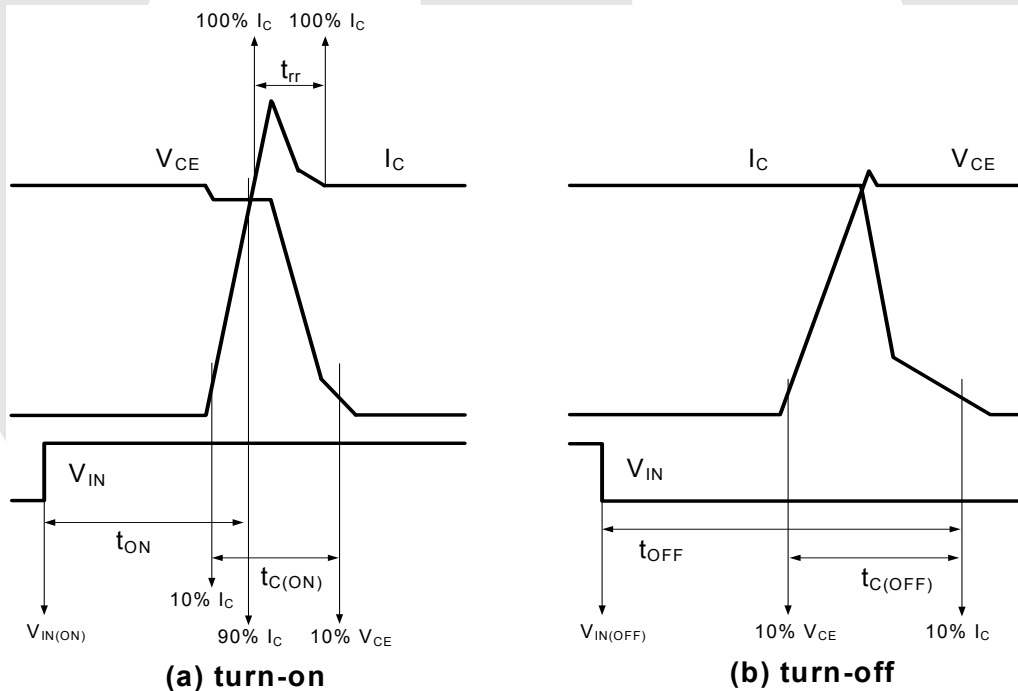

图 4. 开关时间的定义
6. t_{ON} 和 t_{OFF} 包括模块内部驱动 IC 的传输延迟时间。t_{C(ON)} 和 t_{C(OFF)} 指在内部给定的栅极驱动条件下, IGBT 本身的开关时间。详细信息, 请参见图 4。